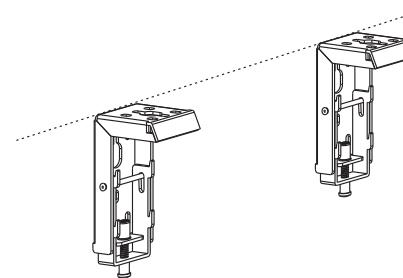

Abb. 1
2. Achten Sie darauf, dass die Halterungen waagerecht und in der Nähe der Enden des Gehäuses angebracht werden. Befestigen Sie sie an der Wand oder Decke, nicht an beiden (Abb. 1).